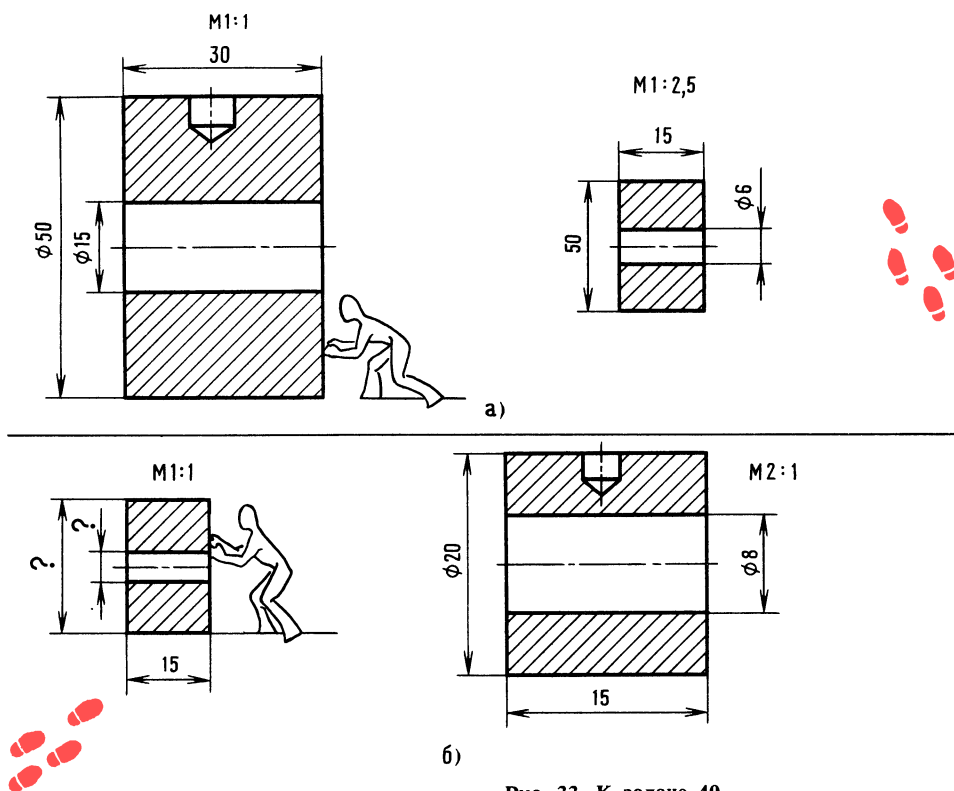

Рис. 33. К задаче 40
40. Одну минутку! Мешалкин предлагает вам какой-то чертеж... На рис. 33, а и б даны изображения двух втулок в разных масштабах. Определите, что напутал Мешалкин. Как объяснить проще, что такое масштаб? Вообразите, что вы смотрите на предмет с разного расстоя-